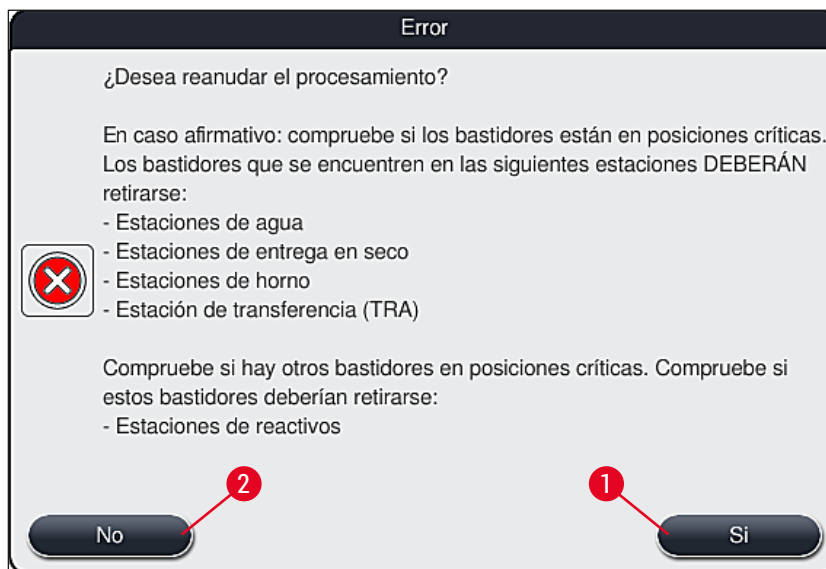

Fig. 110
4. A continuación, el usuario tiene la opción de seleccionar si desea reanudar o no el proceso de tinción (→ P. 137 – 8.2.2 Reanudación del proceso de tinción después de un fallo de alimentación) o cancelarlo (→ P. 138 – 8.2.3 Cancelación de todos los procesos de tinción después de un fallo de alimentación) (→ "Fig. 110").
2. Retire las cestas cruciales del instrumento de acuerdo con el mensaje informativo anterior (→ "Fig. 110") y confirme la extracción pulsando la estación correspondiente (→ "Fig. 111-1") en la pantalla.
La cancelación del proceso de tinción y el retorno al menú anterior de selección (→ "Fig. 110") se pueden deshacer pulsando el botón **Cancelar** (→ "Fig. 112-2").